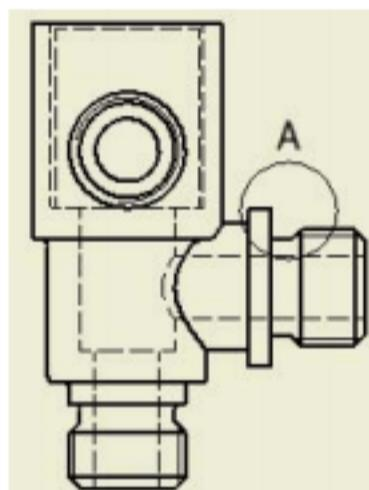

图5-19 创建局部视图
4) 显示预览图后, 移动鼠标将局部视图放置到适当的位置, 单击后所创建的局部视图如图5-19所示。